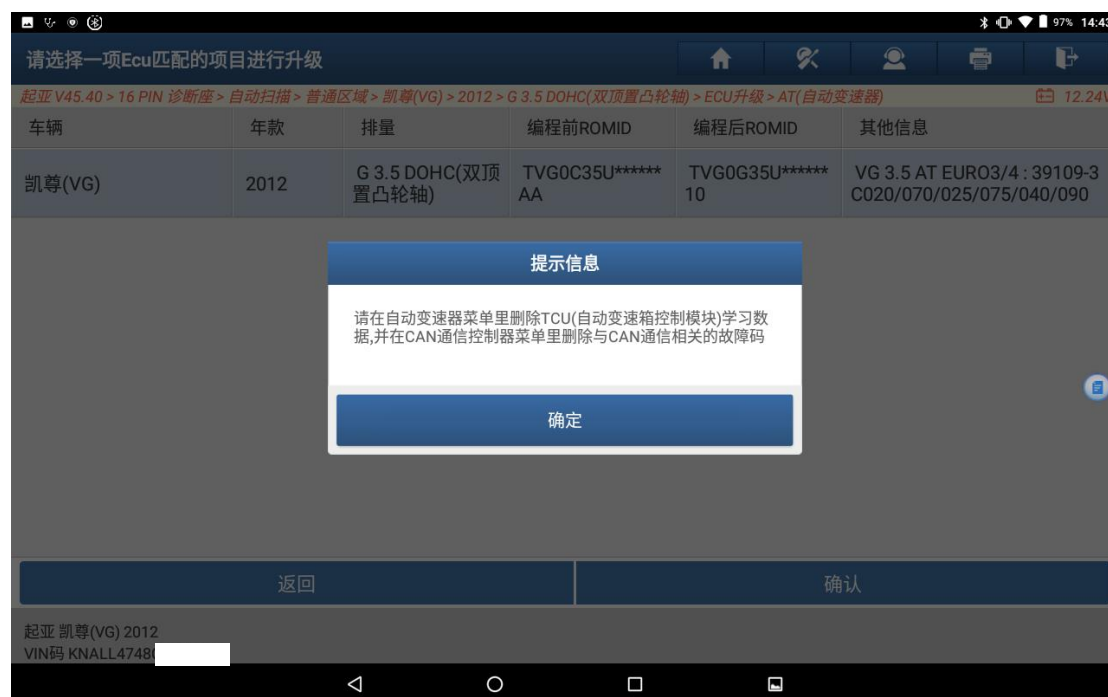

图 16
16. 点击“确定”，提示进行波箱学习特殊功能，如图 16；